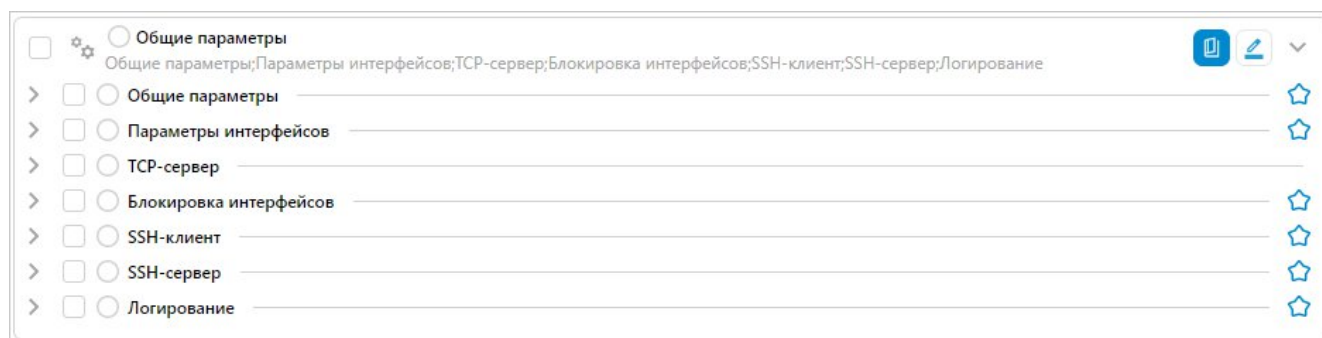

Рисунок 92 – Внешний вид страницы «Общие параметры»
– страница «Общие параметры» - предназначена для настройки доступа к основному приложению УСПД (Рисунок 92 – Внешний вид страницы «Общие параметры»). Состоит из страниц: